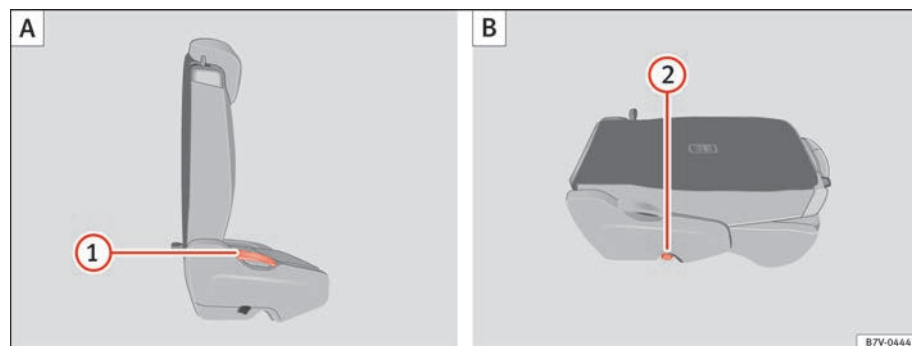
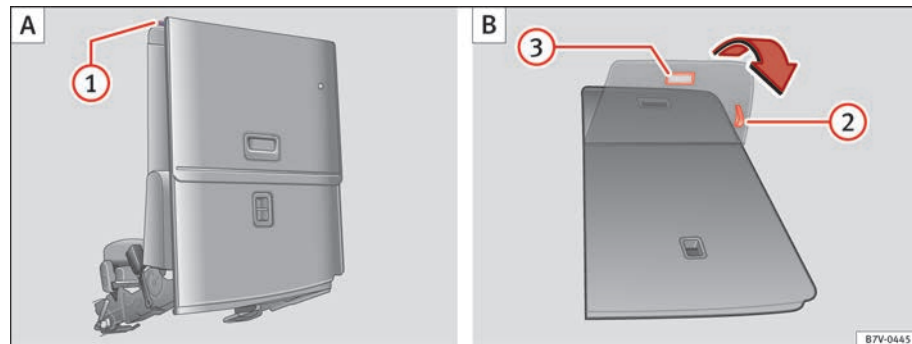

Fig. 89 Segunda fila de bancos: rebata o banco traseiro (A), banco traseiro como superfície de carga (B).
Fig. 90 Terceira fila de bancos: rebater o banco traseiro para carregar (A) e colocá-lo de novo (B).
- Retire os objectos da zona dos pés situada à frente e atrás do banco traseiro ⇒ ①.
- Puxe o manípulo ⇒ Fig. 89 ① para cima e rebata o encosto para a frente. O banco completo rebata para a frente ⇒ ⚠.
- Baixe o encosto rebatido para a frente até que este fique encaixado na posição de superfície de carga (B).
- Se necessário, puxe o manípulo ⇒ Fig. 90 ② para deslocar o banco para a posição pretendida.
- Puxe o manípulo ⇒ Fig. 89 ① para cima e coloque o encosto na vertical. O banco completo desloca-se para trás.
- Puxe a pega ⇒ Fig. 90 ② para recolocar a chapeleira do banco.
- Puxe o manípulo ③. O banco completo desloca-se para trás.